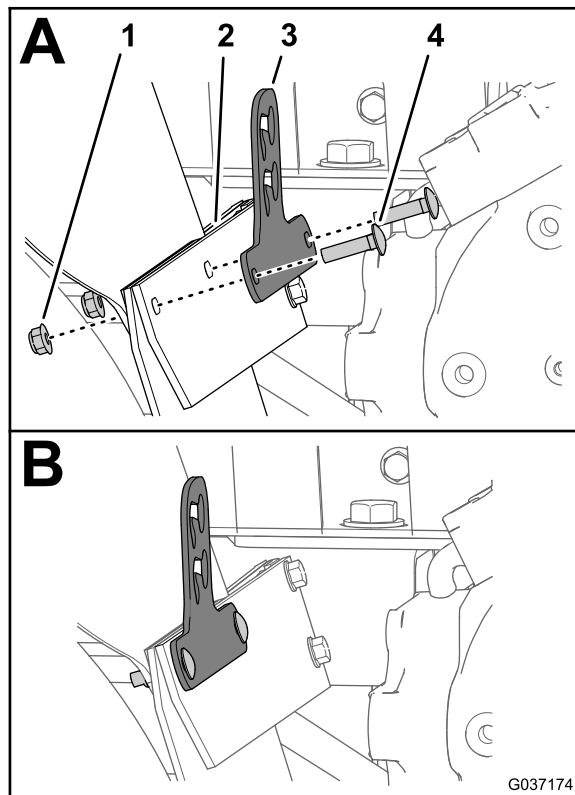

Figura 12
2. Allineate i fori nella staffa della valvola di spurgo, nella barra del paraurti, nel paraspruzzi e nel paraurti (Figura 12).
3. Montate la staffa della valvola, la barra del paraurti, il paraspruzzi e il paraurti (Figura 12) con i 2 bulloni a testa tonda (5/16" x 1 1/4") e i 2 dadi di bloccaggio flangiati (5/16").